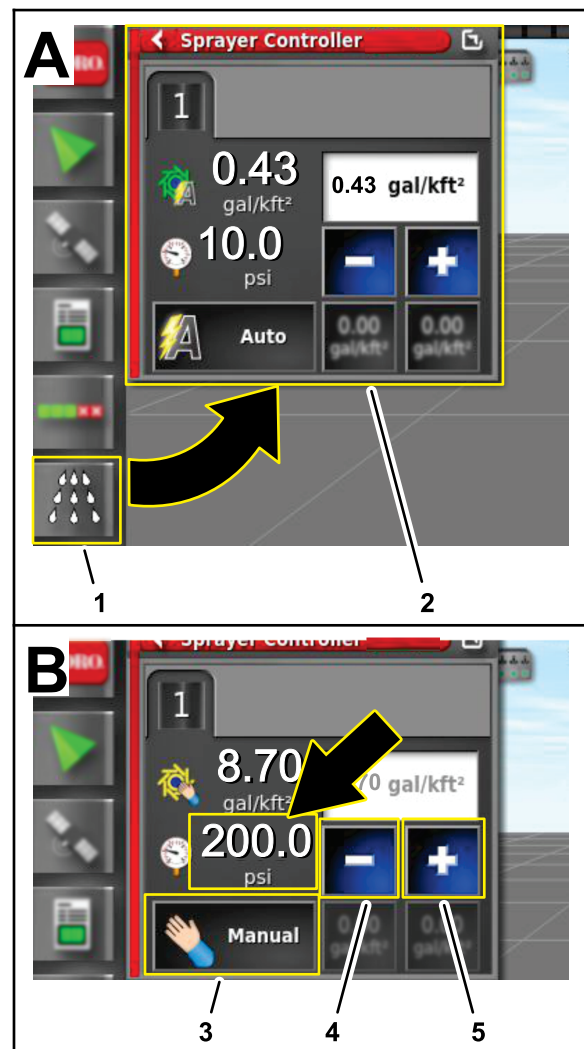

Figure 162
4. Sur la console de commande GeoLink, appuyez sur l'icône CONTRÔLEUR DE DÉBIT DE PULVÉRISATION (Figure 162).
5. Dans la boîte de dialogue du contrôleur de débit de pulvérisation, appuyez sur l'icône MODE DE COMMANDE DE DÉBIT jusqu'à ce que le mode manuel s'affiche (Figure 162).
6. Utilisez l'icône de réduction (-) ou d'augmentation (+) pour régler la pression du système de pulvérisation (Figure 162) à 13,75 bar.